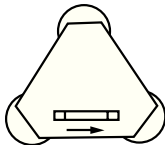
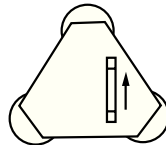

Рис.3
Рис.4
**Горизонтирование прибора цилиндрическим уровнем:** Поверните алидаду теодолита так, чтобы цилиндрический уровень был параллелен линии, соединяющей центры любых двух подъемных винтов (Рисунок 3) и в это же время, поворачивая эти винты в противоположные стороны, переместите пузырек в центр ампулы. После этого, поверните алидаду прибора на 90 градусов (Рисунок 4) и также, поворачивая третий винт, добейтесь положения пузырька уровня точно по центру ампулы. Повторите описанную процедуру несколько раз так, чтобы смещение пузырька не превысило одно деление ампулы при любом угле поворота прибора.